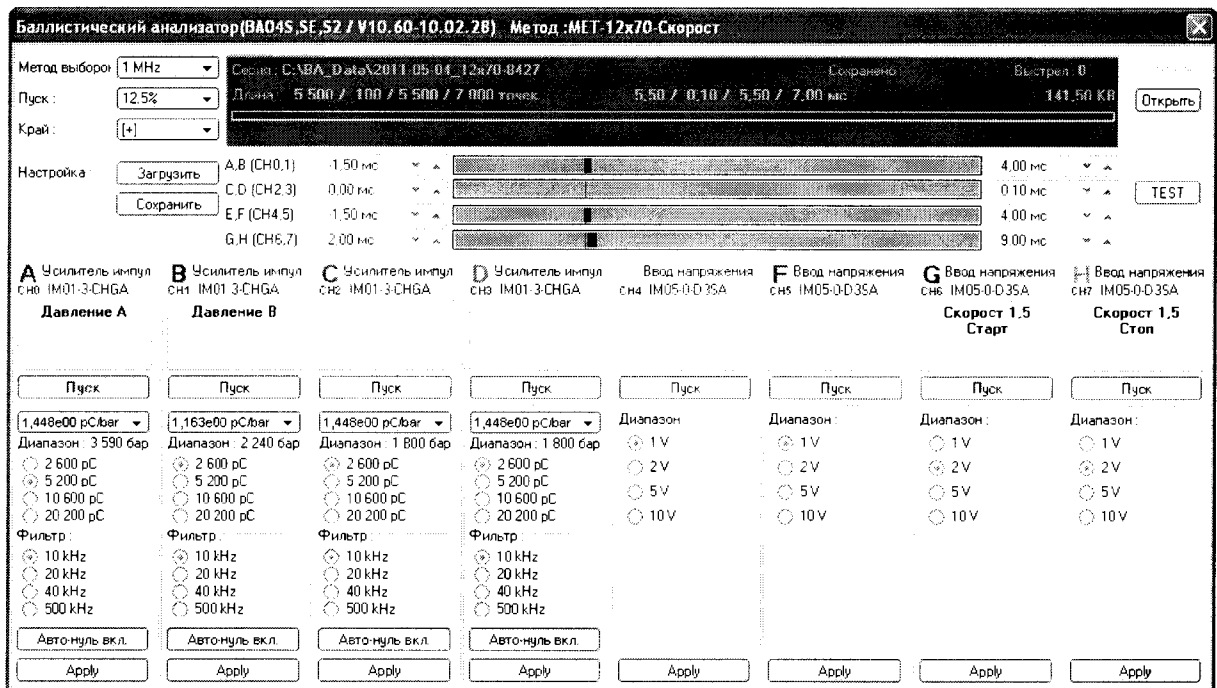

Рис. 7.3 Панель «Баллистический анализатор» – настройки
7.2.2.8 В панели «Report form» нажать виртуальную кнопку «Да». Отобразится панель «Баллистический анализатор» в которой устанавливаются параметры измерения баллистического анализатора ВА04S. Установленные параметры соответствуют последнему произведенному измерению. Сммотри рисунок 7.3.
7.2.2.10 Закрывать панель, нажав красную кнопку  в правом верхнем углу панели, при этом откроется панель «Баллистический анализатор», см рисунок 7.3.
7.2.2.11 Нажатием кнопки «Открыть», вызывается панель «Открыть», смотри рисунок 7.3.
7.2.2.13 Нажать кнопку «Открыть» на панели «Баллистический анализатор», автоматически сигнал «Пуск» засветится красным цветом, который дает указание оператору начать стрельбу, см. рис. 7.3. Измерительная система ожидает выстрел.
7.2.2.18 Нажать кнопку «Стоп» на панели «Баллистический анализатор – настройки», смотри рис. 7.3, при этом потухнет красный сигнал готовности системы к измерениям.